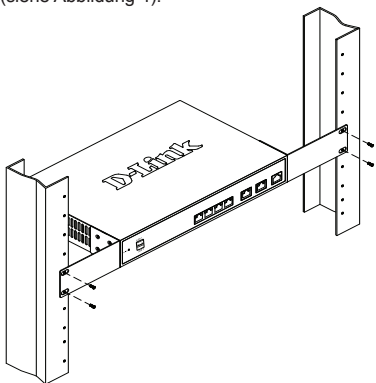

Abbildung 4. Installation des Wireless Controllers in einem Geräte rack in Standardgröße
2. Befestigen Sie dann das Gerät mithilfe der mit dem Rack gelieferten Schrauben im Geräte rack (siehe Abbildung 4).